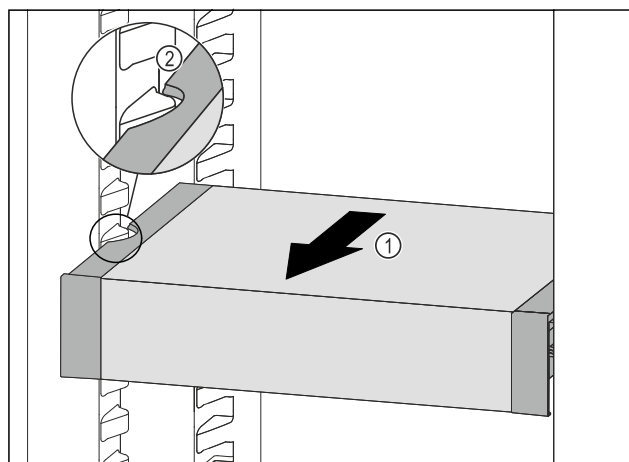

Fig. 136
- Táhněte VarioSafe dopředu Fig. 136 (1), dokud nebudou boční vybrání VarioSafe na úrovni žebrování na nádoby v chladničce. Fig. 136 (2)